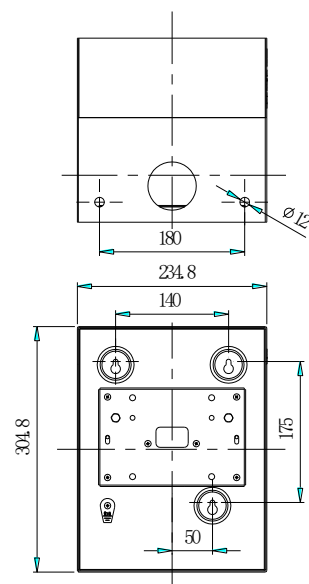

图 4 防护罩安装尺寸图
- 防护罩布线施工后，通过螺栓固定在安装立柱上，水平安装孔距为 140mm，竖直安装孔距为 175mm，安装尺寸如图 4 所示。